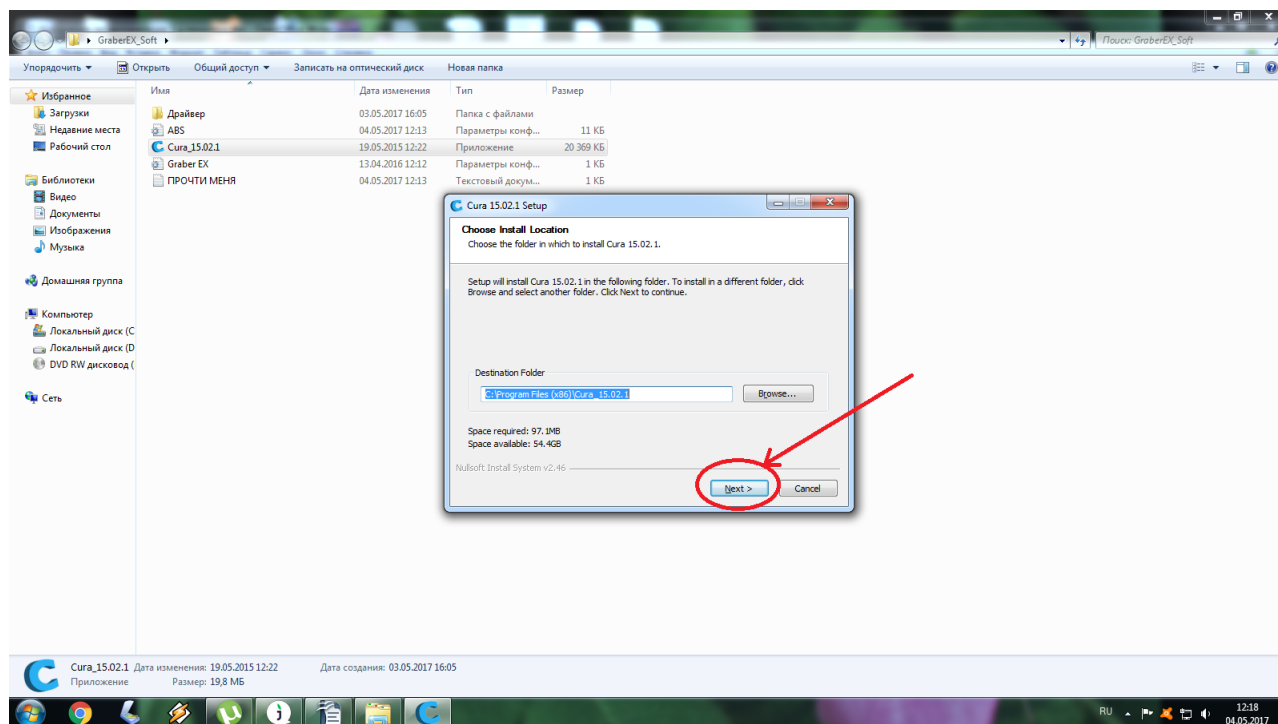

Рисунок 6. «NEXT»
6) В появившемся окне нажмите кнопку «NEXT», рисунок 6